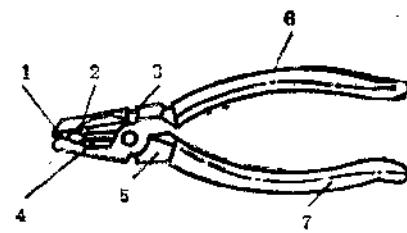

图1-5 钢丝钳各部分名称
4. 钢丝钳 钢丝钳由钳头和钳柄两部分组成。钳头有钳口、齿口、刀口和侧口四部分组成，如图1-5所示。